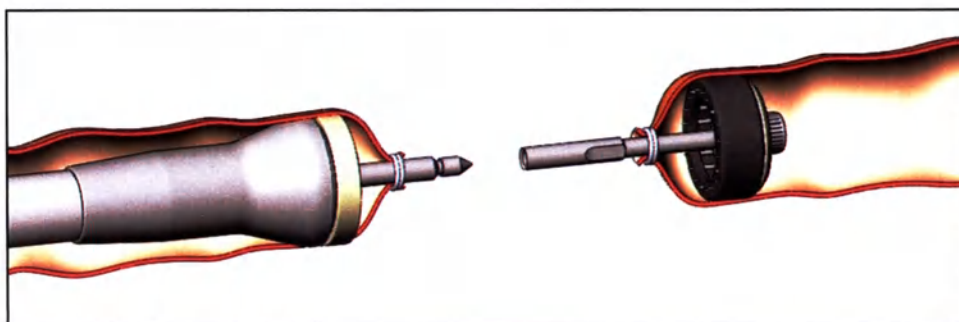

Рис. 4
6.5. Наложить кисетный шов на культю прямой кишки. Через анальное отверстие ввести аппарат в прямую кишку до уровня наложенного на ее торец кисетного шва, после чего, выдвинуть вперед шток затянуть и завязать на нем кисетный шов. (рис.4)